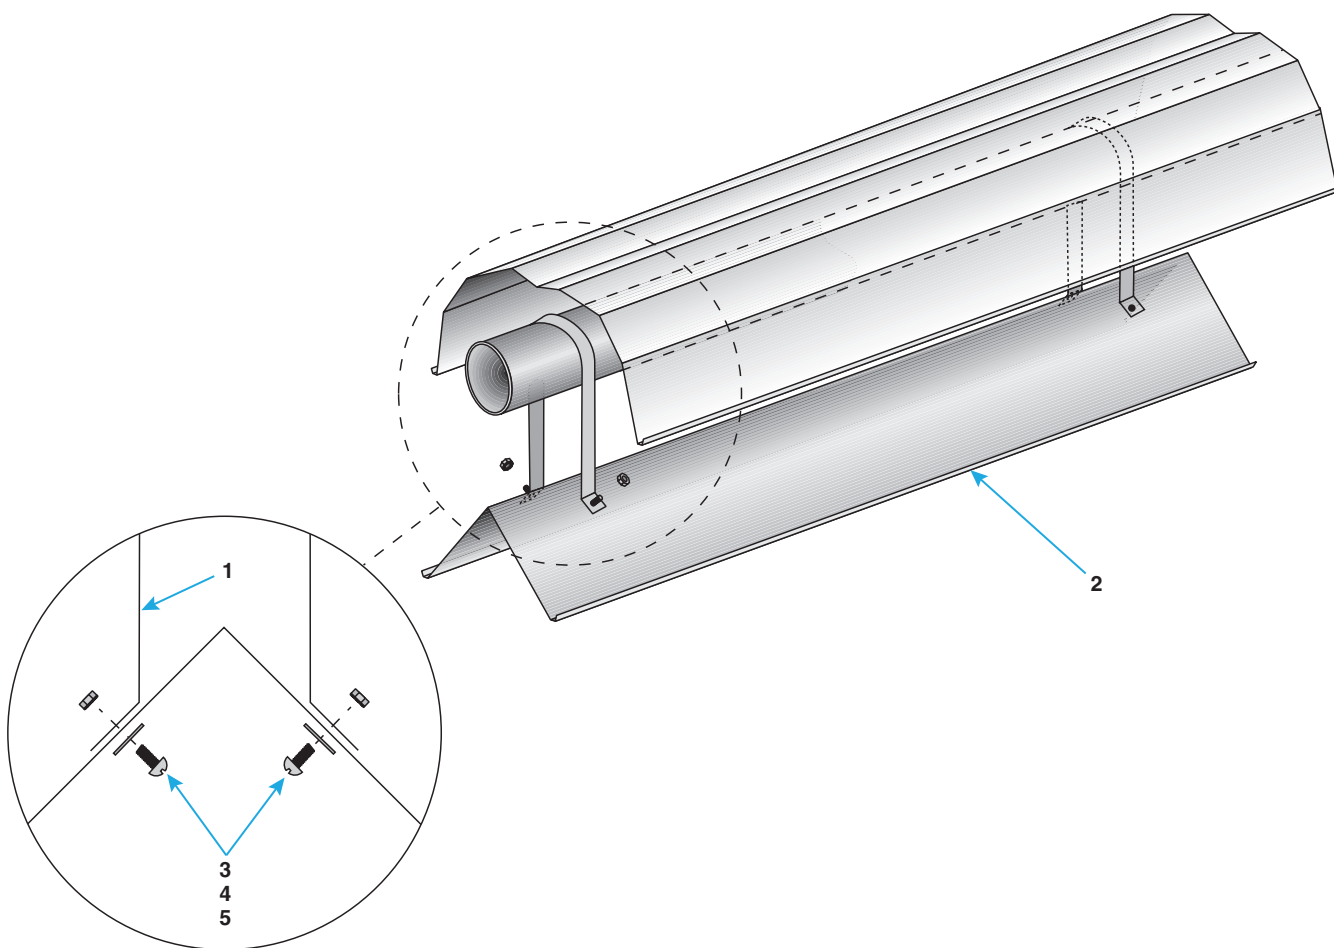

Figure 2. Installation de la kit de bouclier protecteur
1. Enroulez les courroies de support (1) autour du tube du brûleur tel qu'illustré à la Figure 2.
2. Alignez les trous de la courroie de support (1) avec les trous du bouclier protecteur (2) et fixez les sangles au bouclier à l'aide de vis (3), de rondelles plates (4) et de contre-écrous (5) comme indiqué dans la Figure 2.